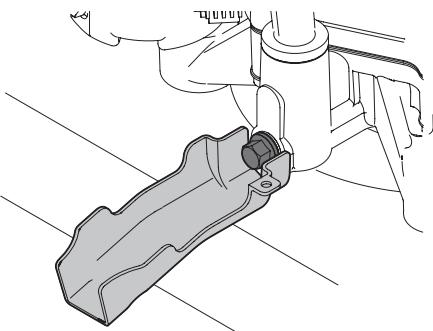

Figura 23
4. Coloque el extremo pequeño de la manga de drenado de aceite en el cárter de aceite. Consulte la Figura 23.